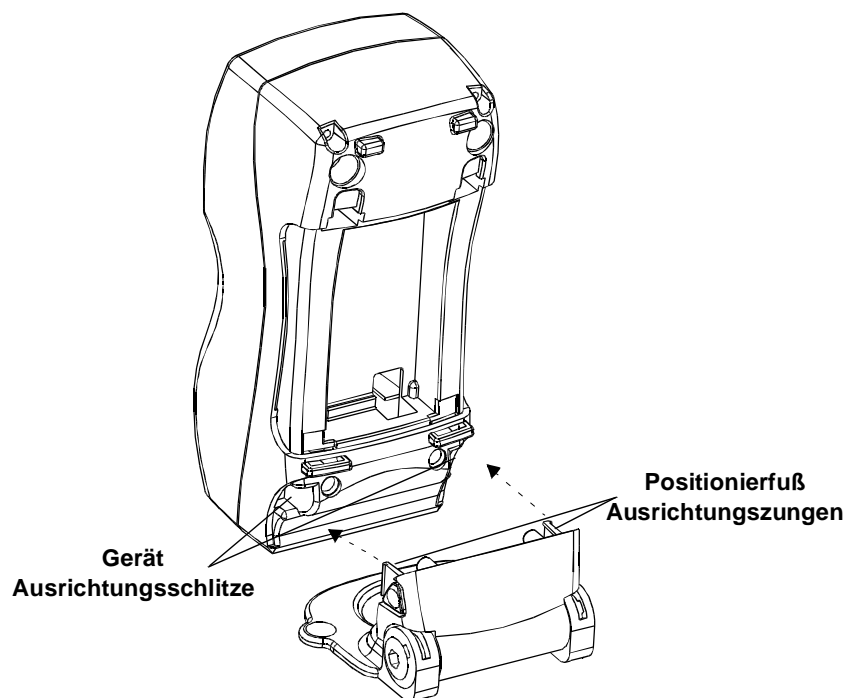

Abb. 1-10 Installation des Positionierfußes
2. Führen Sie die Ausrichtungszungen des Positionierfußes in die Ausrichtungsschlitze am Meßgerät. Der Positionierfuß rastet hörbar ein. Siehe auch Abb. 1-10.